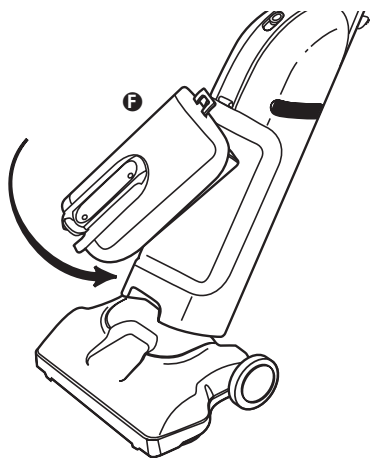

FIG. 9
Step 3: Reinstall dust cup **(F)** (FIG. 9).
Paso 3: Reinstale el recipiente para polvo **(F)** (FIG. 9).